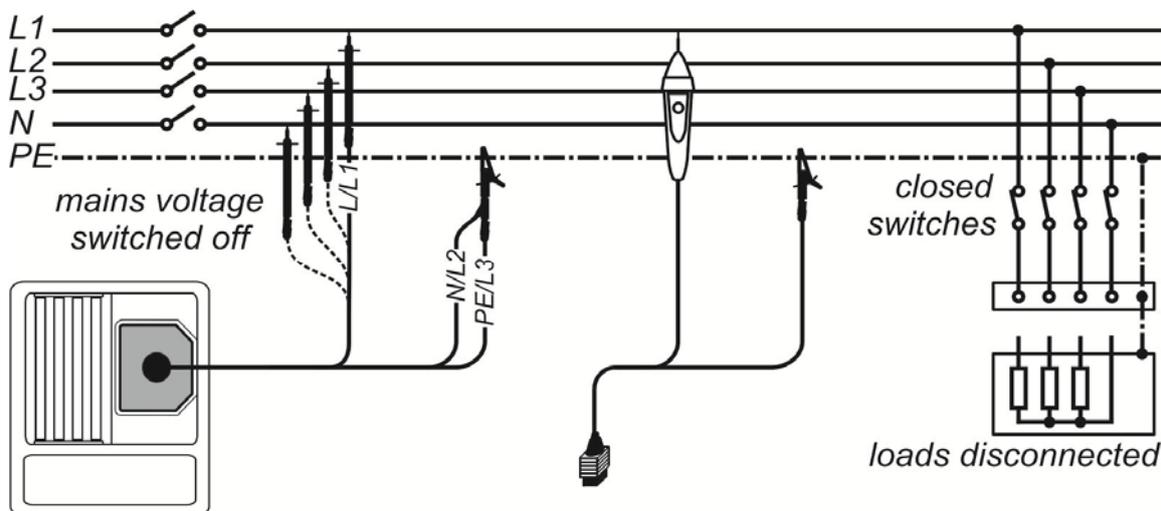

Abbildung 5.6: Anschluss der Dreileiter-Prüfleitung und der Commander-Prüfspitze
- **Schließen** Sie das Prüfkabel an Gerät und Prüfling **an** (siehe *Abbildung 5.6*).